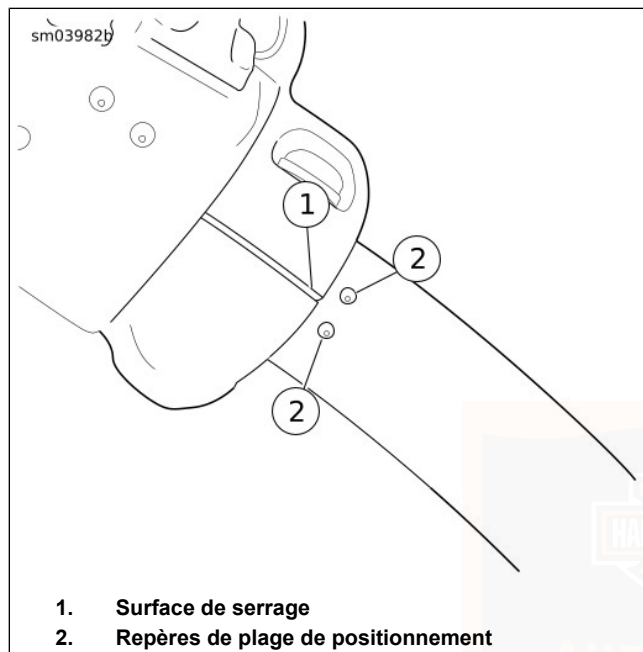

Figure 70. Alignement de l'ensemble de commande de gauche du guidon vers le guidon
2. Voir Figure 70. Tourner l'ensemble de commande de gauche du guidon et le levier de guidon d'embrayage dans une position confortable. Maintenir la surface de serrage (1) entre les repères de la plage de positionnement (2).